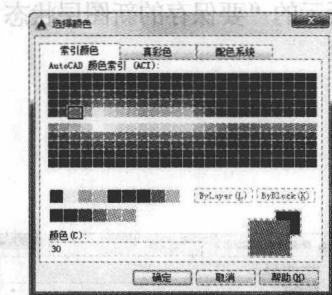

图 1-5 “选择颜色”对话框
- 在显示边界线层颜色的区域单击，弹出如图 1-5 所示的“选择颜色”对话框，从中选择 30 号颜色，即橙色，单击“确定”按钮。